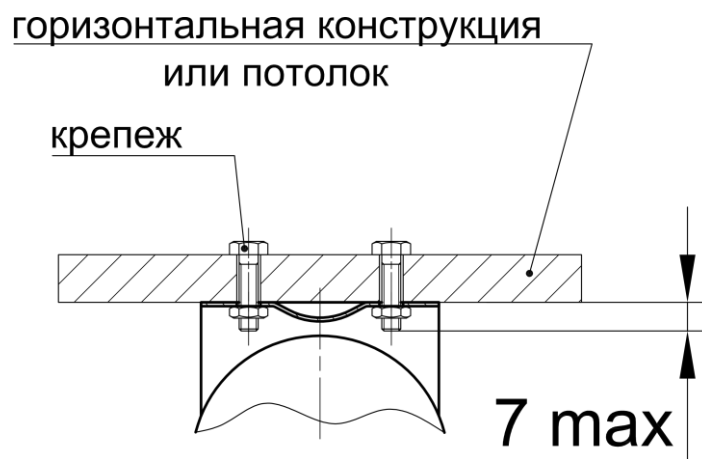

Рисунок 2.2 - ОСП с держателем ж/д
- ж/д - для подвижного состава железной дороги, см. рис. 2.2;
6.4 ОСП с держателем ж/д монтируется на горизонтальных конструкциях или потолке при помощи болтов, винтов или резьбовых шпилек. Координаты крепежных отверстий держателя и рекомендация по установке крепежа см. рис.2.2;